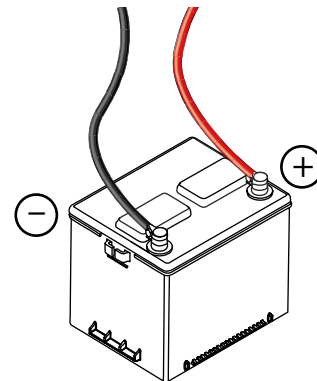

Figura 4-10. Cables de batería
- Vea Figura 4-10. Inspeccione los bornes y cables de la batería para verificar el apriete y buscar corrosión. Apriete y limpie como sea necesario.